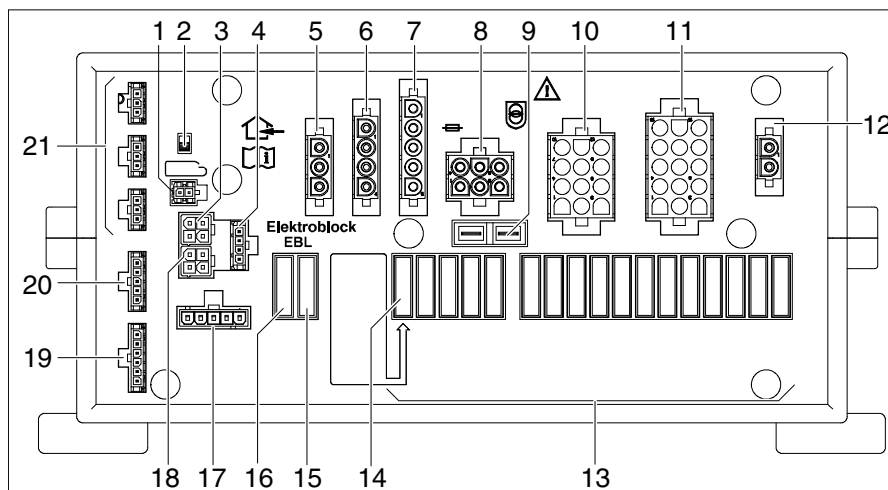

Fig. 263 Bloc électrique (EBL 402/403)
Emplacement Le bloc électrique EBL 402/403 (Fig. 263) se trouve dans le porte-bagages à droite.
- ▷ L'interrupteur-séparateur (Fig. 263,2) de batterie coupe du réseau 12 V tous les consommateurs raccordés au bloc électrique.
- Mettre hors service et en service trois fois successives l'interrupteur-séparateur de batterie (Fig. 263,2).